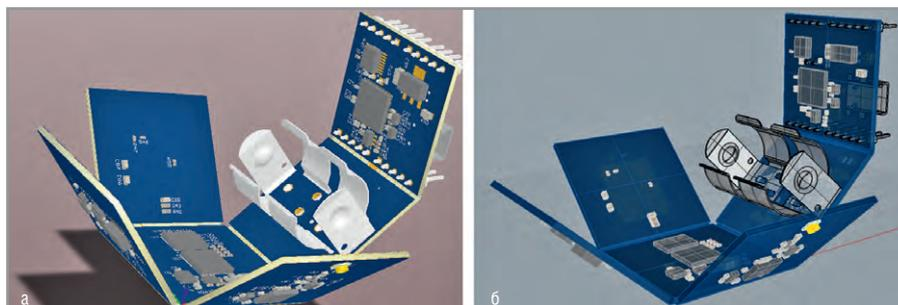

Рис. 7. 3D-модель платы: а – в Altium Designer; б – экспортированная в MCAD-систему
- создание гибко-жёстких ПП и экспортирование в MCAD-системы (см. рис. 7);